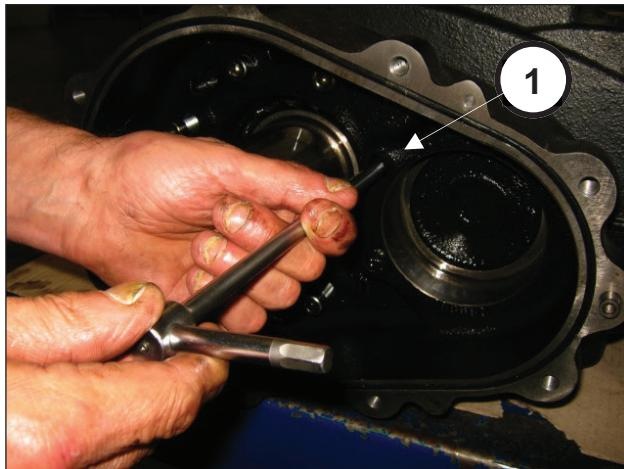
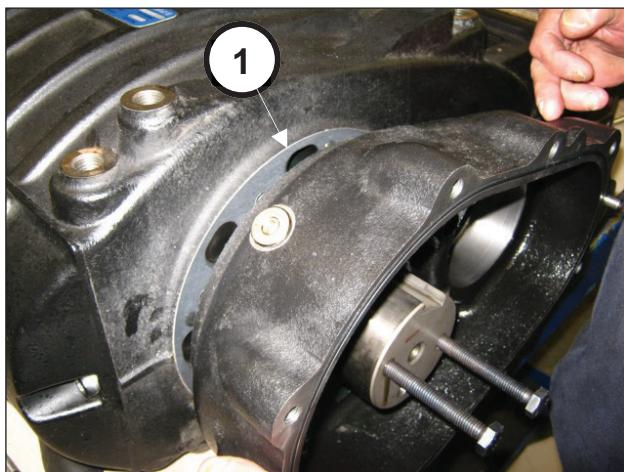

Abb. 22
Abb. 23
Lösen Sie an der entgegengesetzten Seite die Befestigungsschrauben des Getriebegehäuses (Pos. ①, Abb. 22) und nehmen Sie dann das Gehäuse ab (Pos. ①, Abb. 23).